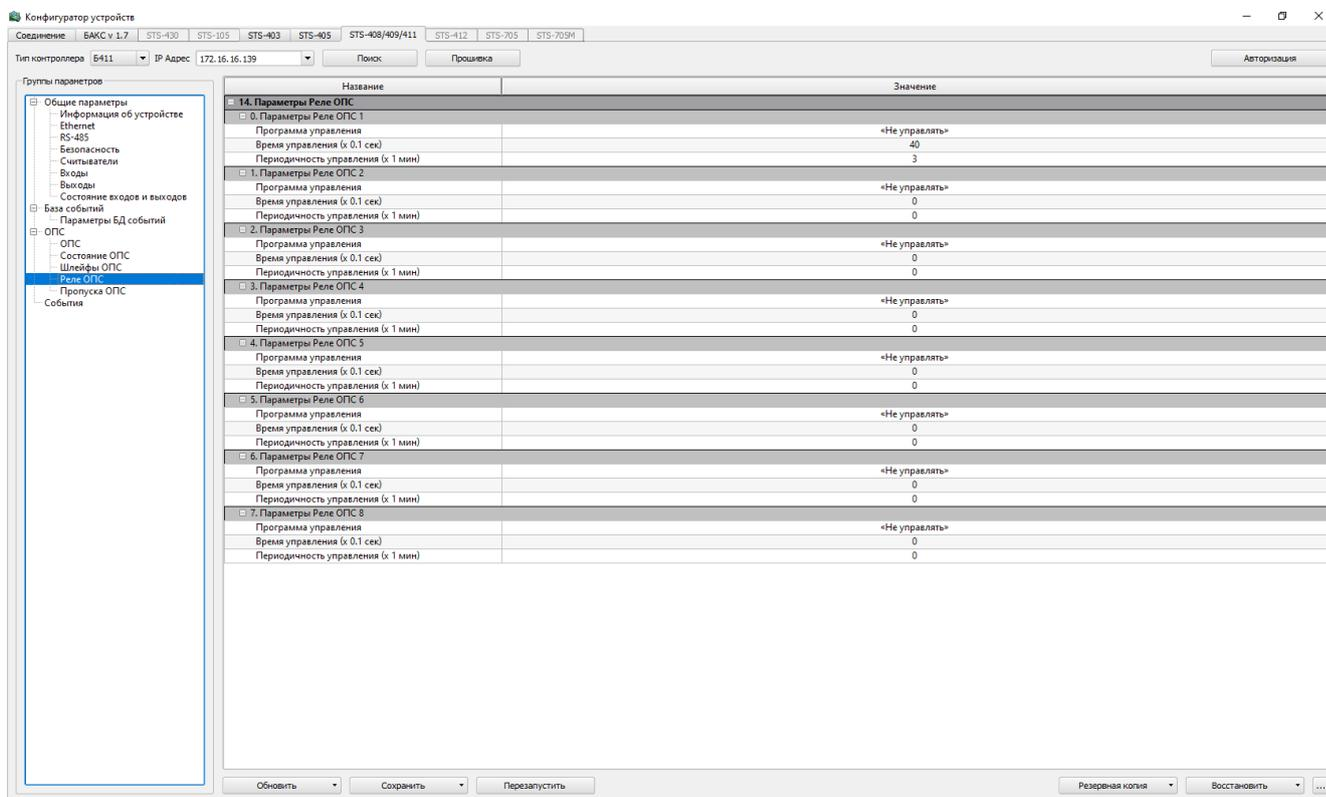

Рисунок 35 – Реле ОПС
- в группе «Параметры реле ОПС» (рисунок 35) настроить для выбранного реле: